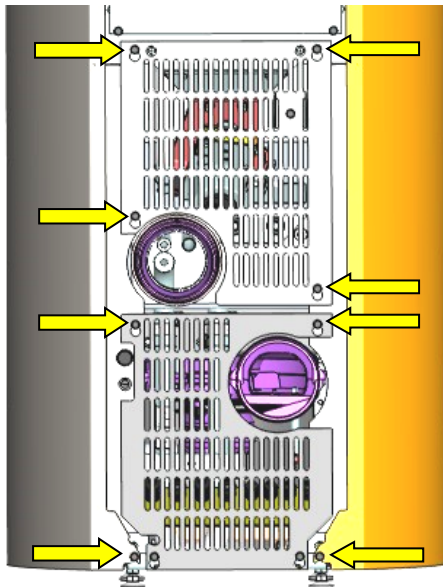

Abb. 15: Verkleidung (Rückseite) soleo.nrg H10 entfernen
1. Die 8 Schrauben lösen (Abb. 15) und beide Verkleidungsbleche anheben und abnehmen.